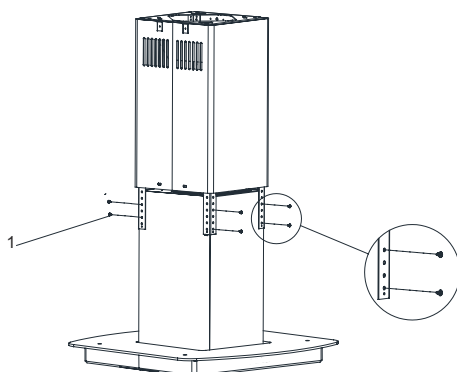

Fig. 9
1. ➤ Fjern den ene 3,5 x 9,5 skrue som fastholder skorstenen (Fig. 9).
2. ➤ Løft skorstenen op og skru motorkassen fast til stængerne med 3,5 x 9,5 skrue (Fig. 9/1).